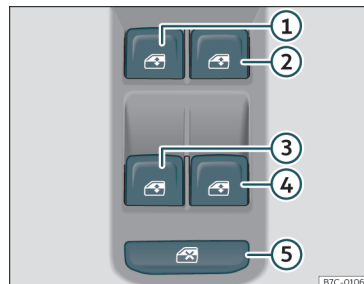

Fig. 82 Dettaglio della porta del conducente: comandi per i finestrini.
Mediante l'interruttore di sicurezza»» **fig. 82** ⑤ nella porta del conducente si possono disattivare gli alzacristalli delle porte posteriori.